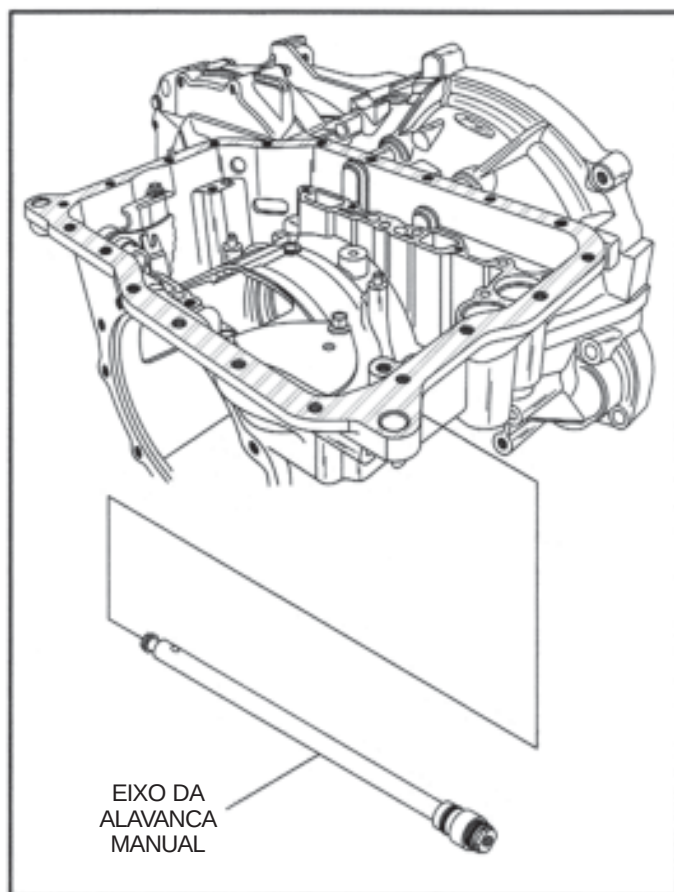

Figura 154
8. Lubrifique os "O-Rings" de vedação e instale o eixo da alavanca manual, conforme ilustrado na Figura 154.